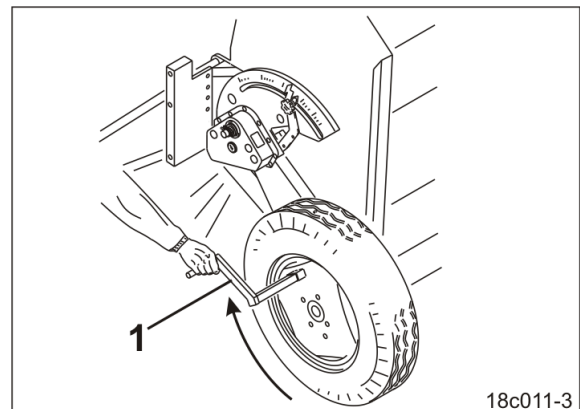

Fig. 82
13. Encajar la manivela de giro (Fig. 82/1) en el tubo cuadrado de la rueda derecha.